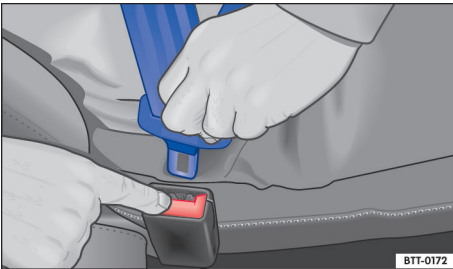

图 25 从安全带锁扣内松开锁舌
- 按住锁扣上的红色按钮 → 图 25，安全带锁舌自锁扣内自动弹出。